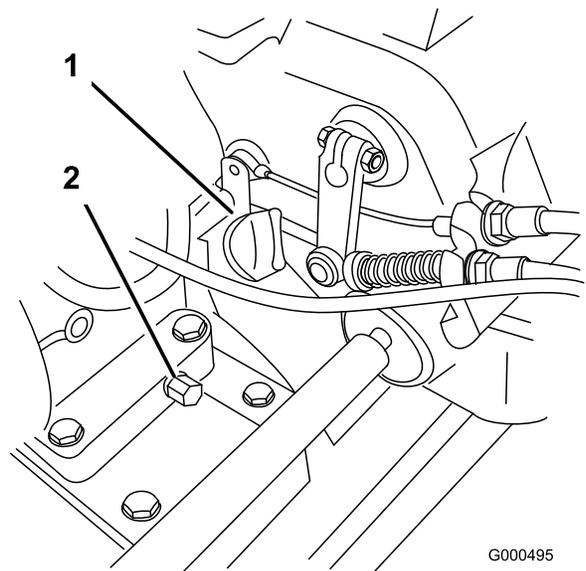

Figure 26
1. Enlevez les roues de transport (le cas échéant), positionnez le plateau de coupe pour que le moteur soit de niveau, et nettoyez la surface autour de la jauge (Figure 26).
- Placez un bac de vidange sous le bouchon de vidange à l'arrière de la machine (Figure 26). Enlevez le bouchon de vidange.